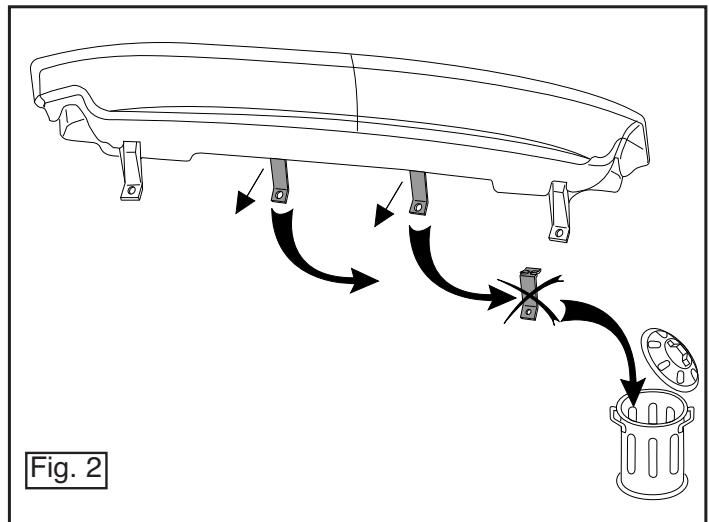

Fig. 2
6. Снять кронштейны бампера (см. рис. 2). Они больше не понадобятся.